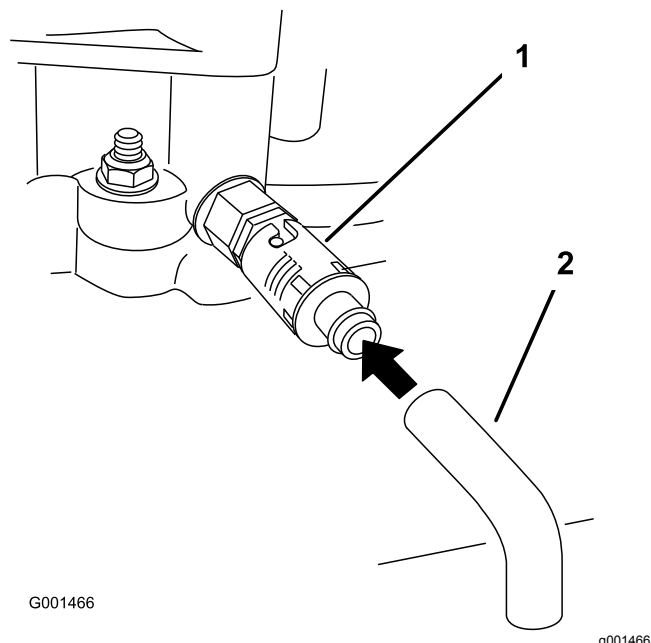

**Figure 26**
4. Nettoyez la surface autour de la jauge d'huile (Figure 26) pour éviter de faire tomber des impuretés dans l'orifice de remplissage, ce qui endommagerait le moteur.
5. Retirez la jauge d'huile et essuyez soigneusement son extrémité (Figure 26).
6. Remettez la jauge au fond du tube de remplissage, mais sans la visser (Figure 26).
8. Versez avec précaution environ 80 % de la quantité d'huile spécifiée dans le goulot de remplissage (Figure 26).